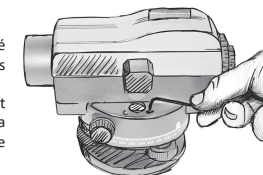

Fig. 8
e) Répétez les étapes du point a) au point d) jusqu'à ce que la bulle ne s'écarte plus du centre (Fig. 8).